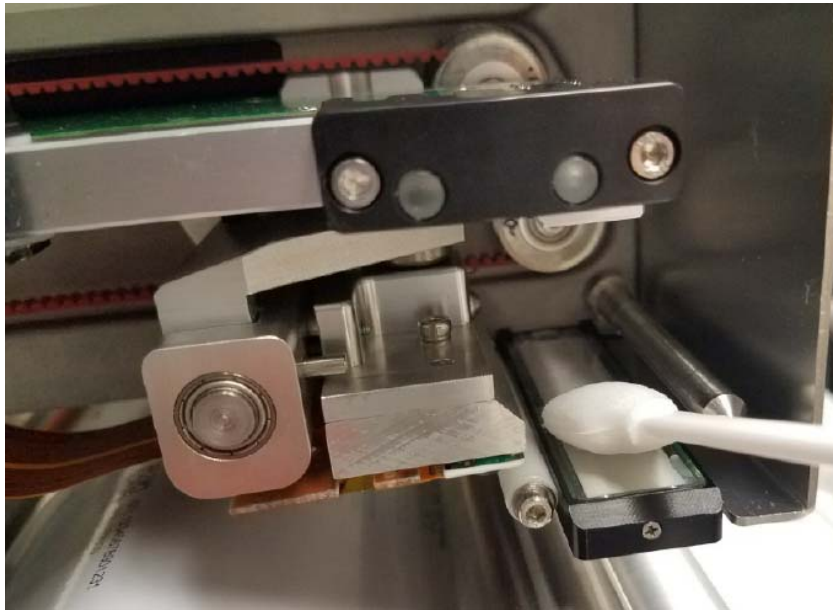

Рисунок 7-2: Очистка крышки светового блока
5. Очистите крышку светового блока (**Рисунок 7-2**) возвратно-поступательными движениями при помощи ватных палочек или влажных салфеток, поставляемых вместе с принтером. Набор для чистки Videojet содержит одобренные производителем влажные салфетки или ватные палочки.